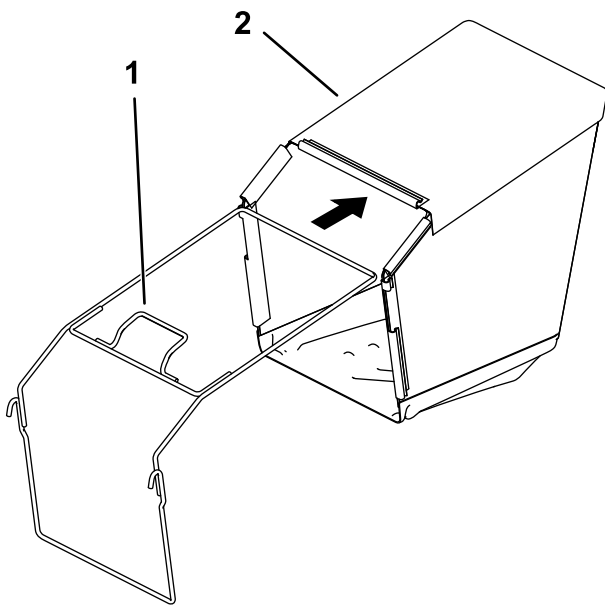

Figure 7
2. Insérez l'armature dans le bac à herbe, en prenant soin de placer la poignée au-dessus du bac (Figure 7).